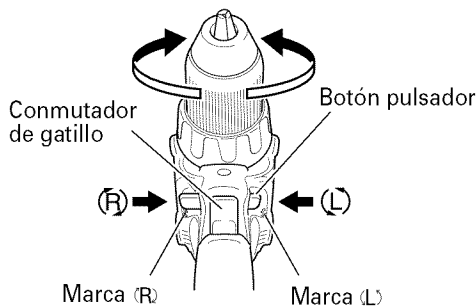

Fig. 8
El lado L (izq.) del pulsador se usa para hacer girar la broca a la izquierda. (Vea la Fig. 8). (Las marcas (L) y (R) están en el cuerpo de la herramienta.)